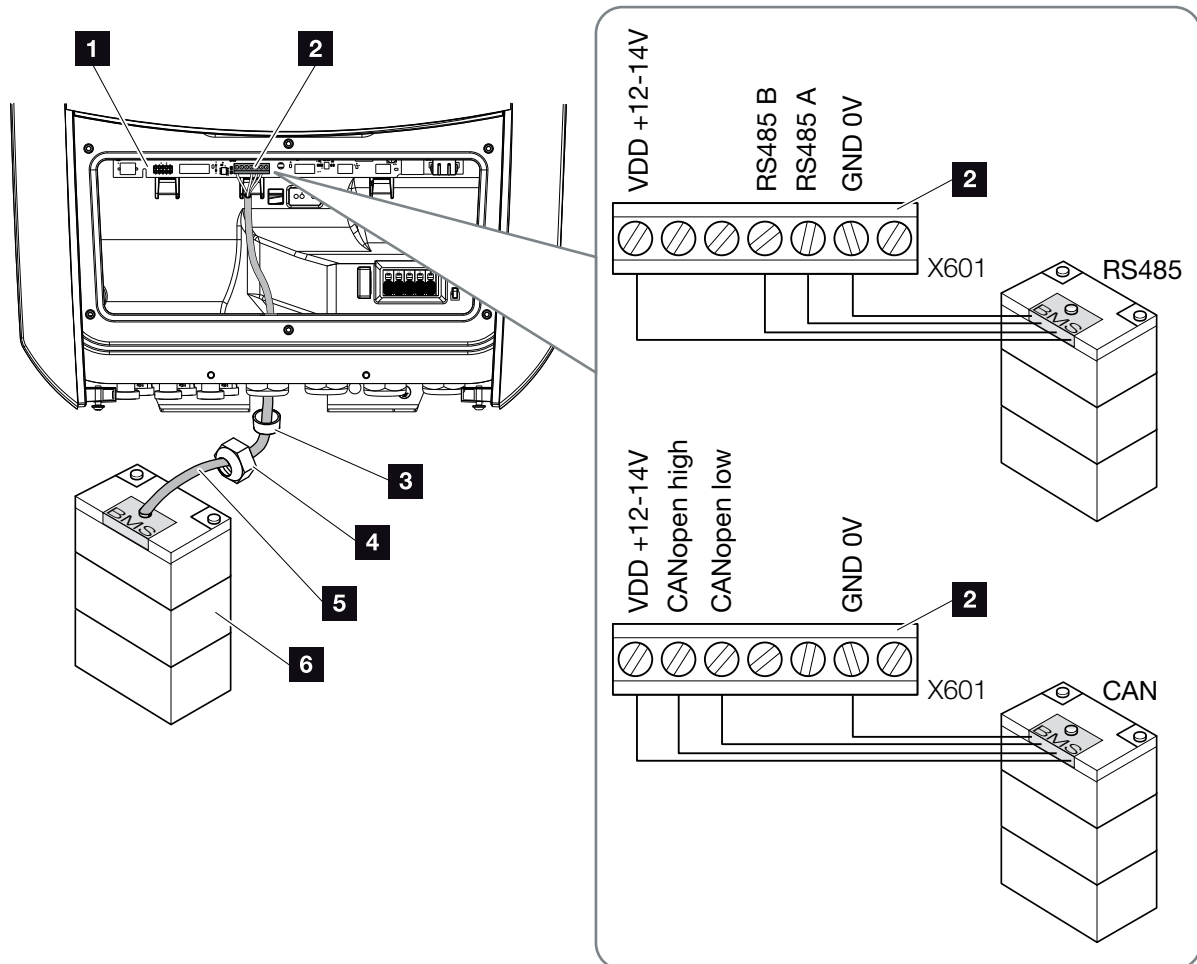

Bild 36: Anslutning batterikommunikation RS485 eller CAN
3. Anslut kommunikationskabeln (RS485 eller CAN) till kommunikationsgränssnittet på Smart Communication Board.  **Bild 36 Pos. 2**